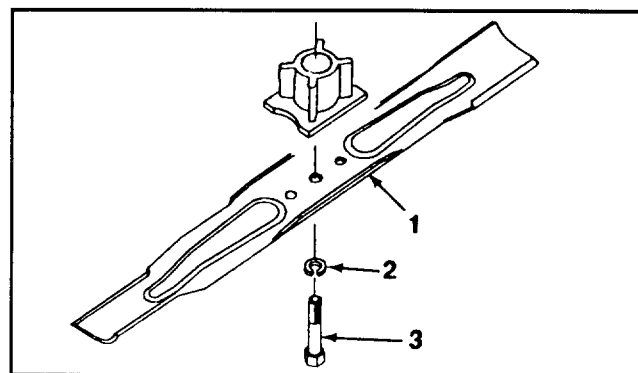

Abbildung 22
5. **ENTFERNEN DES MESSERS** – Endstück des Mähmessers mit einem Lappen bzw. einem dicken Handschuh anpacken. Messerbolzen, Sicherungsscheibe und Messer entfernen (Abb. 22).